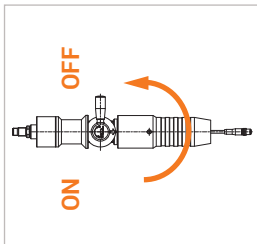

Figure 16
- ▶ Tournez le levier de commande (pos. 3) du nozzle de ravitaillement de 180° en position OFF (Figure 16).